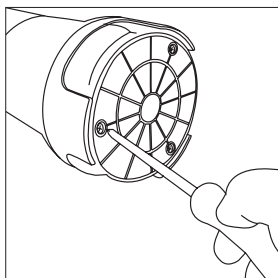

Fig. 02
1. Remova a grade de entrada da caixa da bomba [Fig. 02].